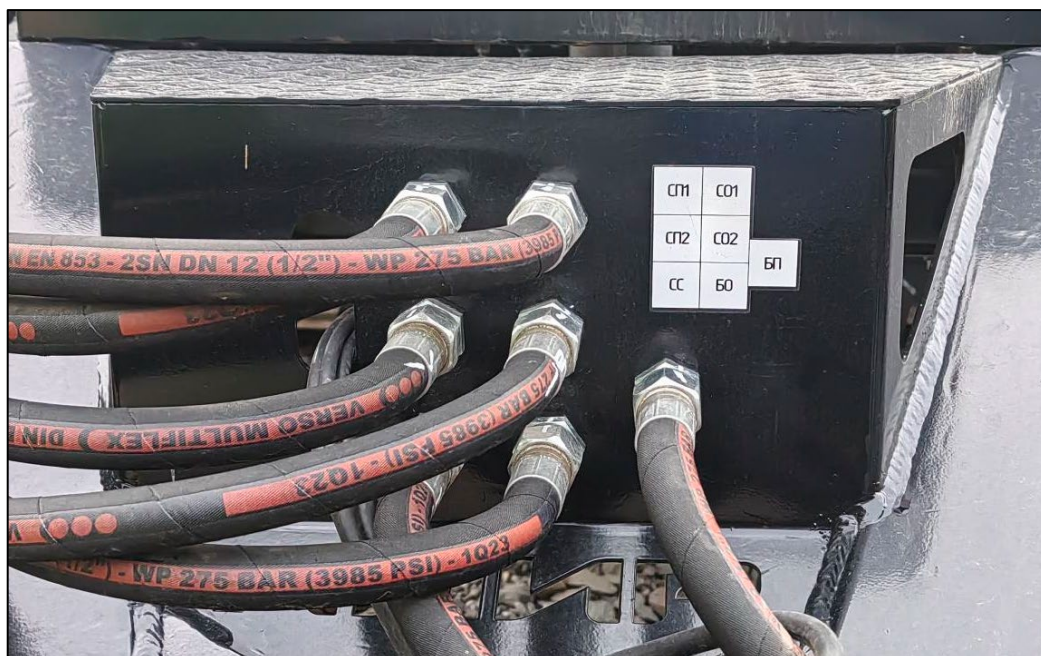

Рисунок 40 – Обозначение РВД
- Соедините РВД линии турбины и загрузочного шнека с разъемом гидрораспределителя секции с **регулируемым потоком рабочей жидкости**. Разъемы БП, БО и СС (БП – бункер подача БО – бункер обратка СС – свободный слив (дренаж)), рис. 40.